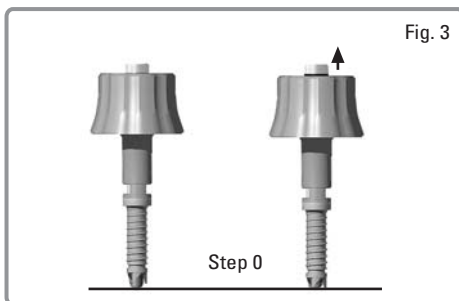

Fig. 3
Paso 0 Atornille gradualmente el dispositivo en el orificio guía correspondiente. Cuando el dispositivo alcanza la profundidad obtenida con las fresas, la marca negra sobresale durante el avance de la sonda respecto a la empuñadura. (véase la fig. 3)